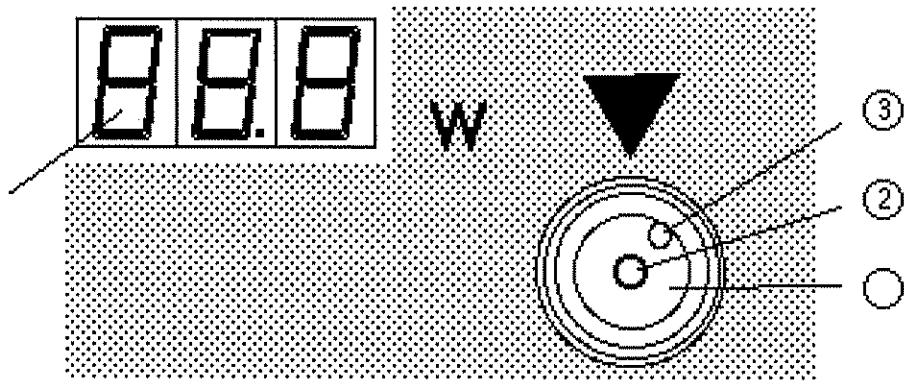

Abb. 5.5: Fasertesteinrichtung mit eingesetztem Fasertestadapter
Zusätzlich der Adapter (1) einzusetzen. Fasern in die zentrale Öffnung 2 (Abb. 5.5) bis zum Schutzglas einschieben und dann 1-2 mm zurückzuziehen. Fasern nicht in das Entlüftungsloch (3) einstecken, das bei gasgespülte Fasern zum Entweichen des Spülgases dient.
- ◆ Beim Fasertestadapter dient die stark angefaste, zentrisch angebrachte Bohrung als Einführöffnung für den Lichtleiter. Die exzentrisch angeordnete Bohrung ist eine Entlüftungsbohrung für die Verwendung von koaxial gasgespülten Fasern. Lichtleiter dürfen dort nicht eingeführt werden. Eine Zerstörung des Lichtleiters und eine Fehlmessung wären die Folge (vgl. Abb. 5.5).